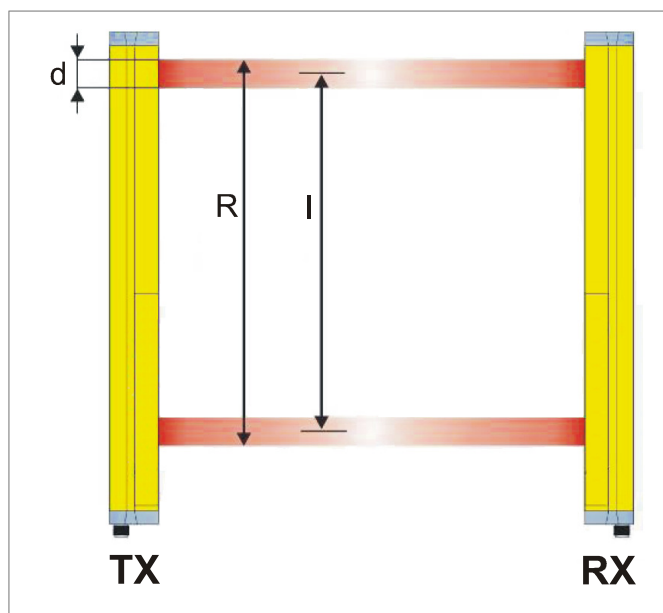

Abb. 2
Abb.2 zeigt zum Beispiel die optische Mittellinie (I) und die Auflösung (R) der für Körperschutz-zwecke bestimmten Sicherheitslichtschranken.